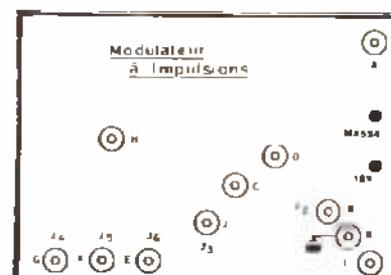

Figure 23
Divers points d'accès du montage sont désignés par des lettres majuscules (A), (B), (C)... (J), (K) entourées d'un cercle. Tous les points d'accès sont des bornes ou jacks, indiqués sur le schéma et sur le panneau avant de la figure 23. Remarquons que ce module ne comporte aucun réglage accessible à l'utilisateur, mais, dans la composition de cet appareil figurent deux potentiomètres ajustables R_{12} (Impulsions) et R_{11} (Sinus).
Aucun réglage ne figure sur le panneau avant, représenté à la figure 23.